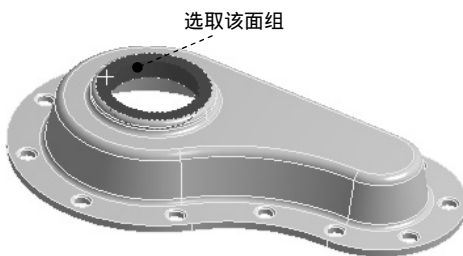

图 2.6.12 选取曲面 (一)
(2) 选取几何对象。按住 Ctrl 键，选取图 2.6.12 所示的 3 个曲面，单击“Details of ‘Selection’”对话框 **Geometry** 文本框中的 **Apply** 按钮确认。